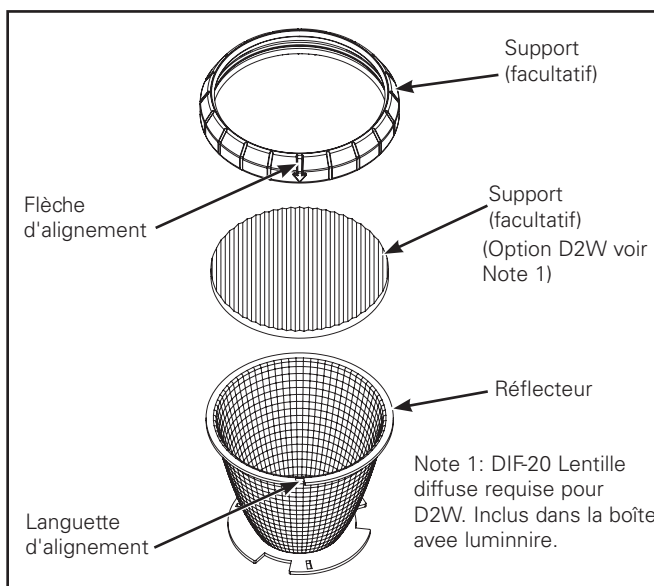

Figure 5.
- Retirez le dispositif optique de son emballage protecteur et retirez l'anneau de support (facultatif) en caoutchouc pour installer tout support facultatif (Figure 5). Pour refixer le support au réflecteur, placez d'abord la flèche d'alignement sur la languette d'alignement et tournez la bride. Pour 1 pièce de support (facultatif), placez le réflecteur dans la position supérieure (Figure 6 et 7) et pour 2 pièces de support (facultatif), placez le réflecteur dans la position inférieure (Figure 6 & 7).